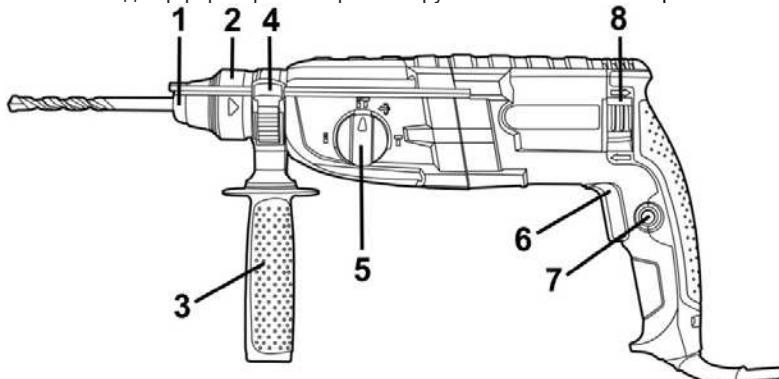

Рисунок 1
4.1 Оберіть необхідний режим роботи виробу за допомогою перемикача (5) (див. Рисунок 1, таблицю 1). При необхідності зміни кута нахилу насадки при виконанні довбальних робіт виконайте операції, які описані в пункті 3.5. При необхідності встановлення свердлильного патрона – встановіть його в патрон SDS-plus через адаптер.
4.2 Для увімкнення виробу натисніть на курок вимикача (6) (рис.1). Для відключення виробу курок слід відпустити.